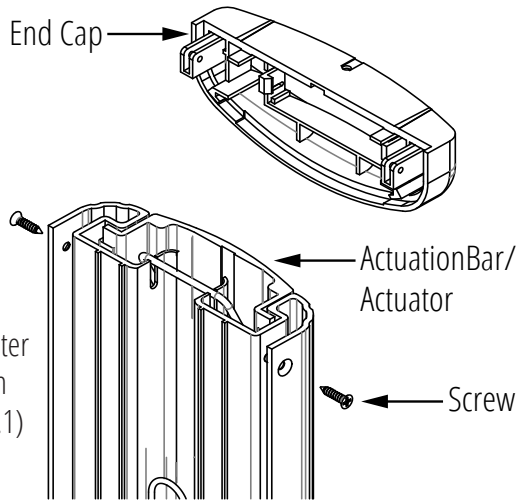

Figure 4.1 End Cap Removal
- Déballez l'unité préassemblée de la boîte. Pour monter l'interrupteur, il faut démonter quelques composants. Premièrement, retirez deux vis qui maintiennent le capuchon supérieur en place. Une fois les deux vis retirées, retirez le capuchon. (Voir Figure 4.1)
- Retirez soigneusement l'actionneur et placez-le de côté pour le protéger de tout dommage à la surface. (Voir Figure 4.1)